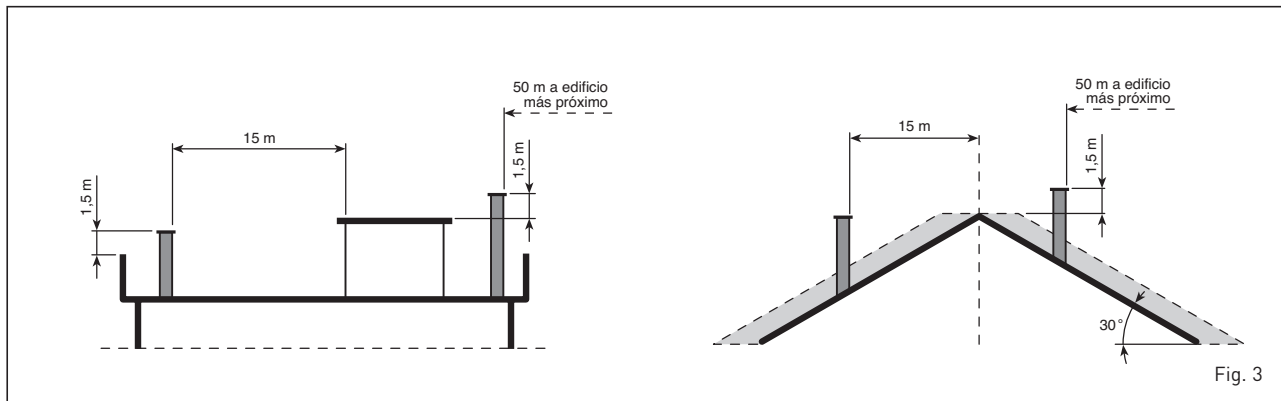

Fig. 3
- tener por encima una chimenea, cuyo desagüe debe estar fuera de la así llamada zona de reflujo para evitar la formación de contrapresiones que impidan una descarga libre de los productos de la combustión en la atmósfera (fig 3);